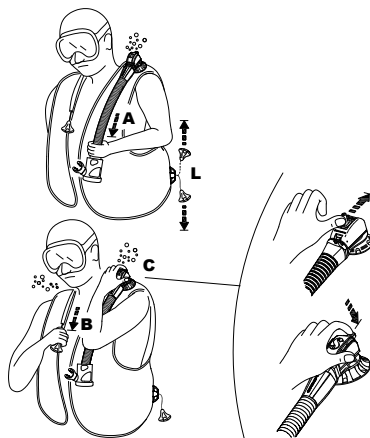

bild 7
- a) dra försiktigt i slanganordningen (bild 7 - A). Ingen större kraft krävs för att dra i slanganordningen. Ventilens rörelseutrymme är begränsat och luftflödet ökar inte genom att du drar hårdare. Stäng ventilen för snabbluftdumpning genom att sluta dra i den och sedan släppa den.
- b) trycka på knappen som sticker ut på ventilens hölje (fig. 7 - C) (Patenterad): detta system kan även vara användbart för tömning av luft om en annan dykare får problem (panik, oerfaren dykare, medvetslöshet, etc.).
- Den dubbla SCUBAPRO®-ventilen för snabbdumpning har en säkerhetsknapp som släpper ut luft när den trycks ner (fig 7-C) ifall det manuella dumpningssystemet inte fungerar (trasig kabel, stift osv.) eller medan du andas från den alternativa luftkällan.
Axelventil (fig. 7-B)
Ventilen på höger axel, om närvarande, aktiveras genom att dra försiktigt i knappen som är ansluten via en snodd på själva ventilen (bild 7 - B). För att använda snabbdumpningsventilen ska du hålla ventilen högre än luftbubblan i dykvästen. Aktivera dumpventilen till önskad flytkraft uppnås. Sluta att dra/trycka för att stänga ventilen (bild 7 - B).
Undre snabbdumpningsventil (bild 7 - L)
tömningsanordningarna med störst utloppsflöde är axelventilen (fig. 7-B) och den undre ventilen (fig. 7-L).